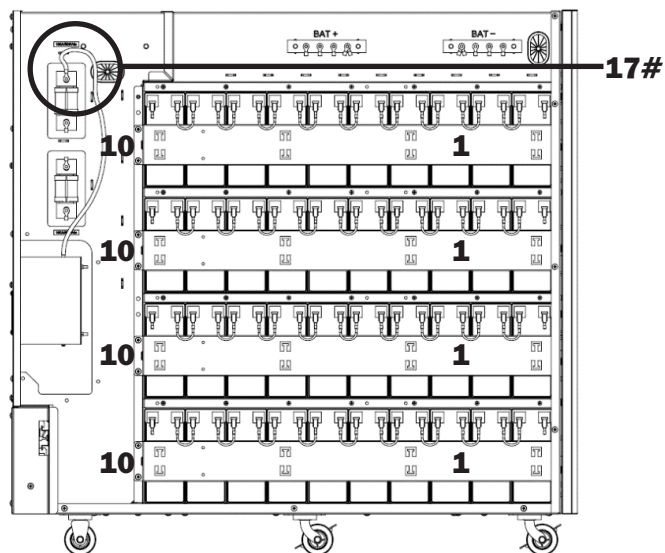

Figura 5-26
38. Conecte el fusible al breaker de BAT- (Figura 5-26).